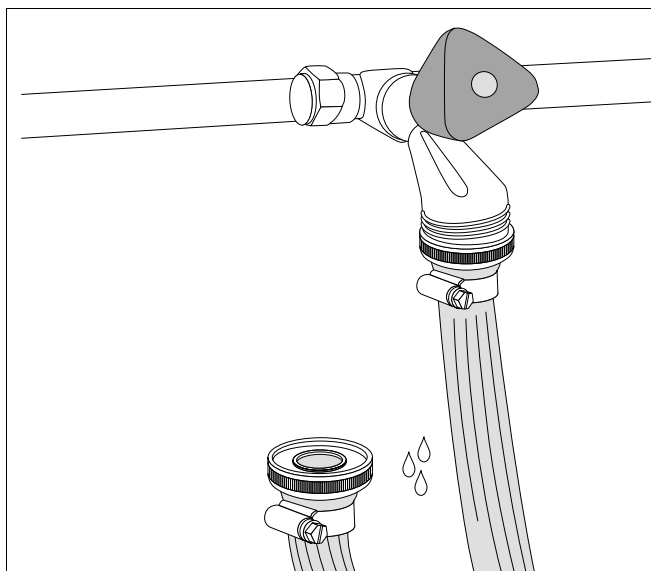

Fig. 58 Riempire la tubazione
- Collegare la tubazione al raccordo dell'acqua e riempire con acqua (fig. 58). Fare attenzione, che non ci sia aria residua nel tubo.